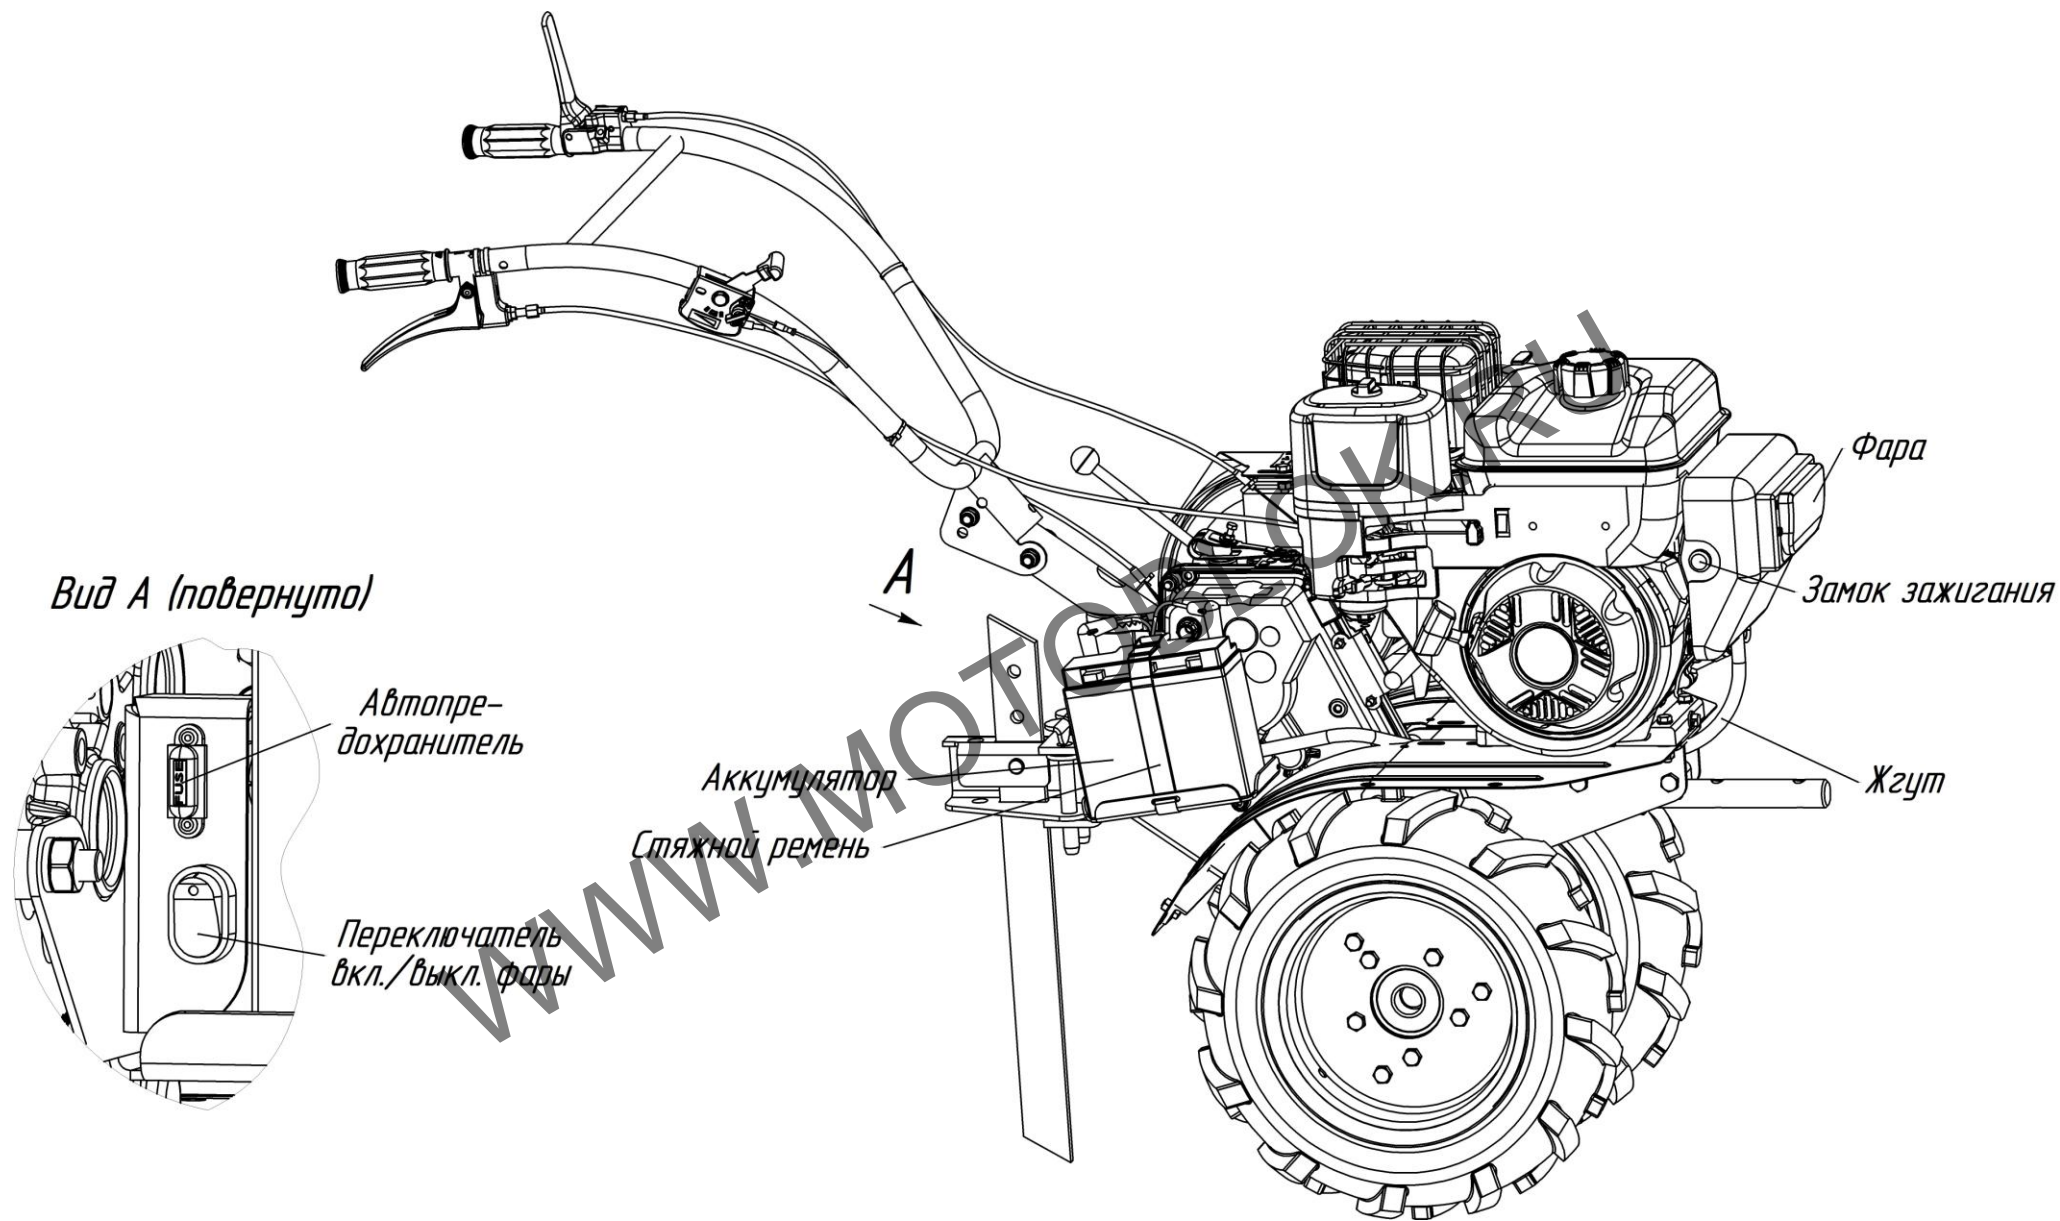

Рис.2. Общий вид мотоблока модификаций МБ23-ФС (вид справа).
**Фара** (только для модификации МБ23-ФС/МБ23-Ф) – устанавливается в передней части мотоблока, предназначена для освещения во время движения. Для включения/выключения света следует нажать на переключатель, установленный на мотоблоке (рис.2, 3).